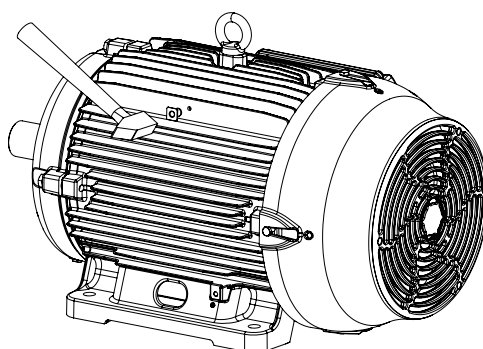

Figura 5.1: Detalle de la inserción de la bucha recartillada.
3. Usando un martillo, inserte la bucha recartillada en el agujero hasta que la lengüeta toque la aleta del motor, según la Figura 5.1